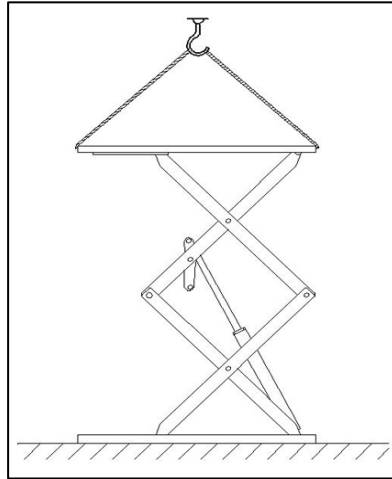

Рисунок 17
- Для подъема платформы используйте вилочный погрузчик или другое подъемное оборудование. **Рисунок 17)** и убедитесь, что защитное оборудование машины включено и заблокировано.